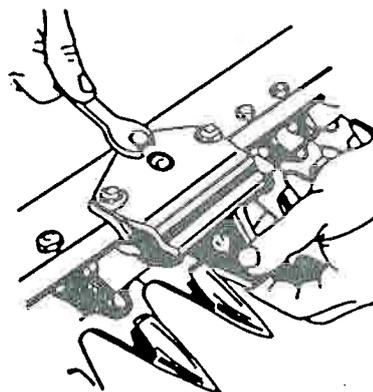

Figure 10
a) Plaques de réglage (figure 10)